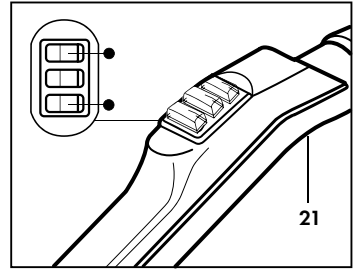

Fig. 19
Per arrestare l'apparecchio spegnere gli interruttori di comando posti sull'impugnatura (21) (**Fig. 19**); spegnere gli interruttori posti sull'apparecchio e scollegare la spina dalla presa di corrente.